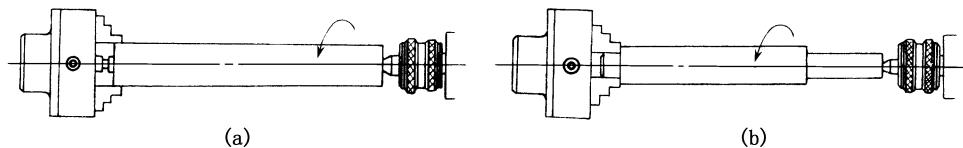

图3-42 一夹一顶安装工件
用两顶尖装夹车削轴尖工件的优点虽然很多,但其刚性较差,尤其对粗大笨重等工件安装时的稳定性不够,切削用量的选择受到限制,这时,通常选用卡盘夹住另一端,用顶尖支承来安装工件,即一夹一顶安装工件(图3-42)。
(1) 当用一夹一顶的方式安装工件时,为了防止工件轴向窜动,通常在卡盘内装一个轴向限位支撑(图3-42(a))或在工件的被夹持部位车削一个10~20 mm的台阶,作为轴向限位支撑(图3-42(b))。
(2) 调整尾座,以校正车削过程中产生的锥度。
(3) 一夹一顶安装工件比较安全、可靠,能承受较大的轴向切削力,因此,它是车工常用的装夹方法。但这种方法对于相互位置精度要求较高的工件,在调头车削时校正较困难。
止切削中工件轴向窜动, 通常在卡盘内装一个轴向限位支撑 (图 3-42 (a))。在许可的情况下, 也可在工件被夹持部位先车削出一个 10~20 mm 长的台阶作为轴向限位支撑 (图 3-42 (b))。